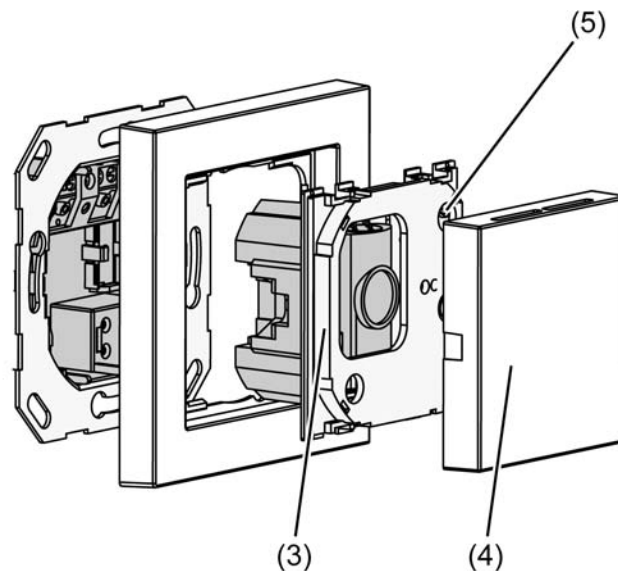

Bild 6: Lage der Programmier-LED und -LED
Die Programmier-LED befindet sich hinter der Blindabdeckung (4) auf dem Elektronikaufsatz (3) (Bild 6).
- Die Blindabdeckung (4) abnehmen, sofern sie bereits montiert ist.
- Programmiermodus aktivieren: Programmier-LED (5) drücken.